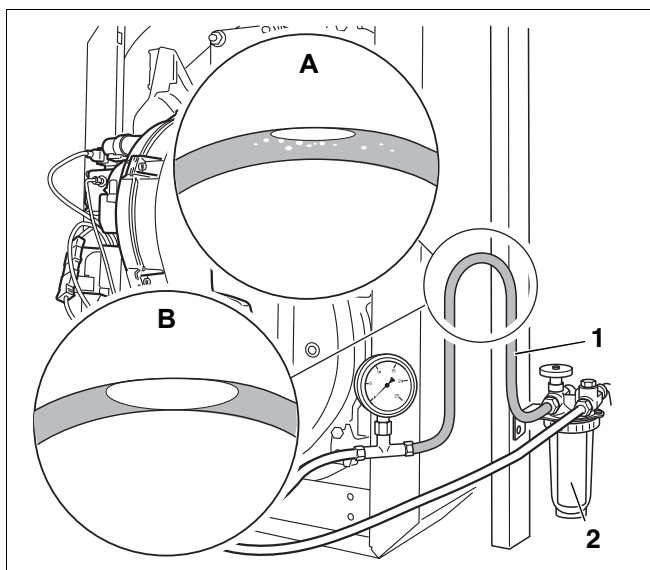

Рис. 42 Вертикальная петля прозрачного шланга
- Соединить прозрачный шланг (рис. 42, поз. 1) со всасывающей линией за топливным фильтром (рис. 42, поз. 2).
- Сделать из прозрачного шланга вертикальную петлю так, как показано (рис. 42).
- Проверить размеры воздушного пузырька, образовавшегося в шланге (рис. 42, вид А и В).
Если воздушный пузырек в верхней части шланга имеет небольшие размеры (рис. 42, вид А), то это значит, что топливопровод достаточно герметичен.
Большой воздушный пузырек (рис. 42, вид В) говорит о том, что на всасывающей линии и/или в местах подключений имеются неплотности.